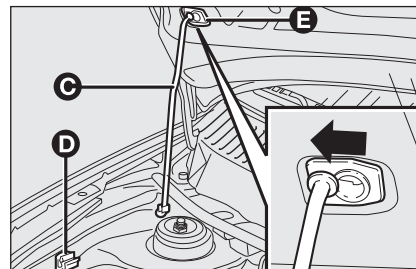

fig. 83
- sollevare il cofano e contemporaneamente liberare l'asta di sostegno **C-fig. 83** dal proprio dispositivo di bloccaggio **D-fig. 83**, quindi inserire l'estremità dell'asta nella sede **E-fig. 83** del cofano motore (foro grande) e spingere nella posizione di sicurezza (foro piccolo), come illustrato in figura.
- tenere sollevato il cofano con una mano e con l'altra togliere l'asta **C-fig. 83** dalla sede **D**, con movimento inverso a quello di apertura, e reinserirla nel proprio dispositivo di bloccaggio;